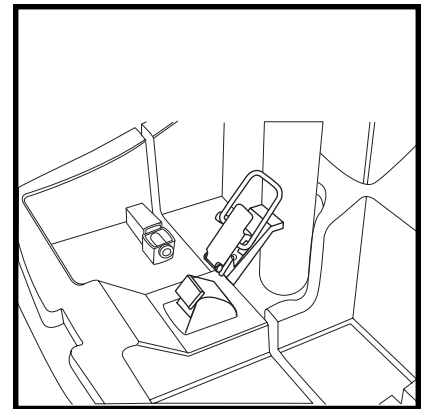

Abb. 18B. Kniehebelverschluss
2. Kniehebelverschlussbügel über Kniehebelverschluss positionieren. Siehe Abb. 18B